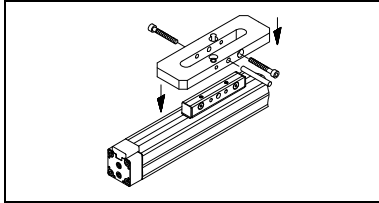

Fig. 35
- el arrastrador del anterior actuador (véase Fig. 35)
- porte-charge de l'entraînement précédent (voir fig. 35)